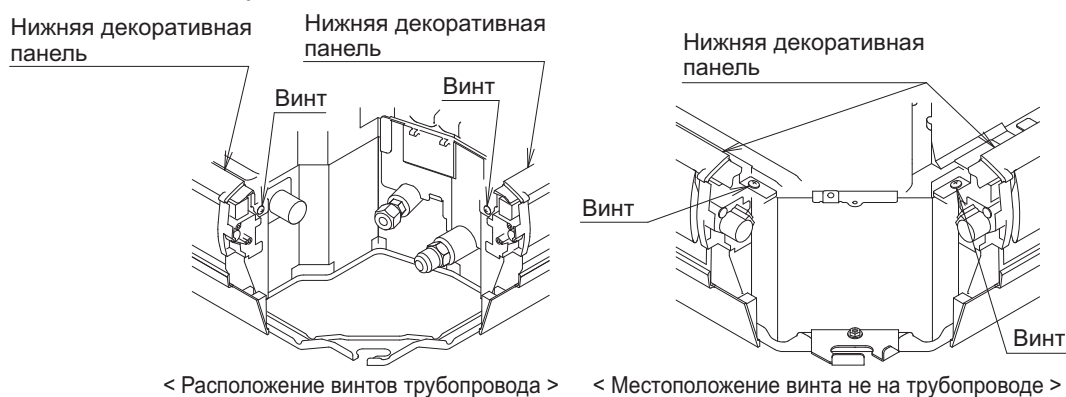

Рис.14
* Если блокирующий материал тяжело вставляется, ослабьте левые и правые винты нижней декоративной панели и вставьте его. Обязательно снова затяните ослабленные винты после фиксации блокирующего материала. (См. рис. 14)